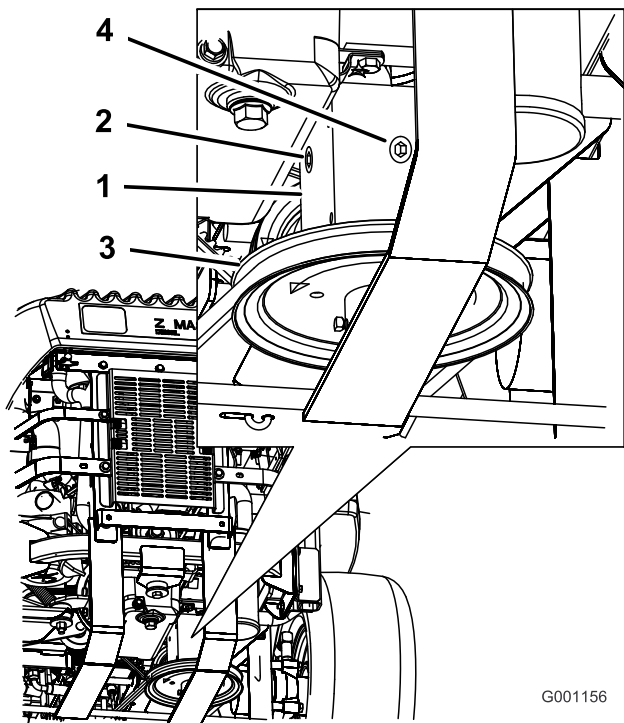

Figura 79
3. Togliete il tappo laterale o posteriore degli ingranaggi (**Figura 79**).